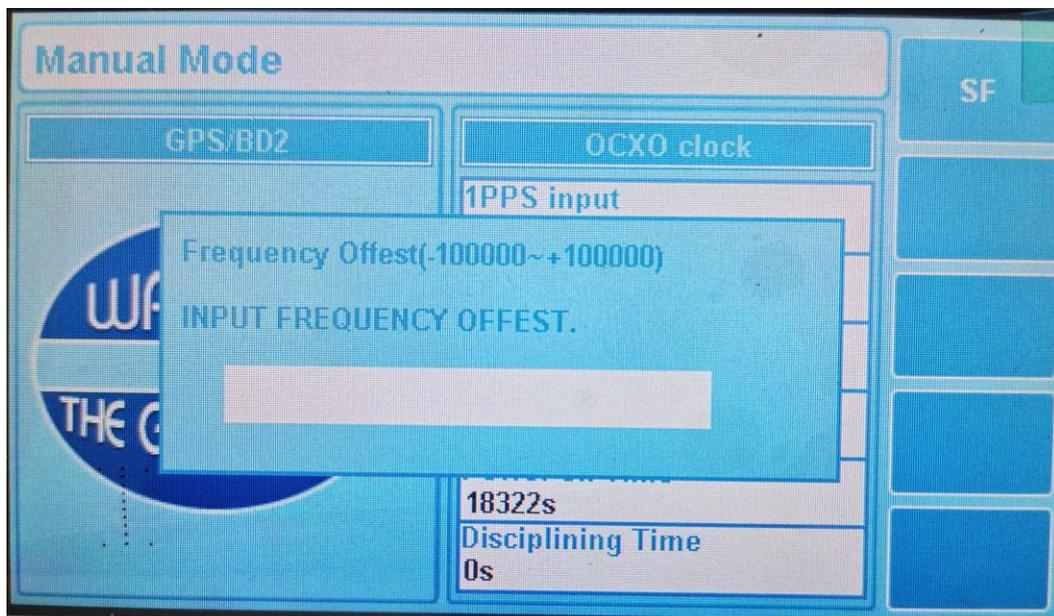

图 5
**校频：**按下多功能按键中的【SF】键，弹出输入框，如图 5。输入数值，按【确认】完成本次输入，【取消】取消本次输入。